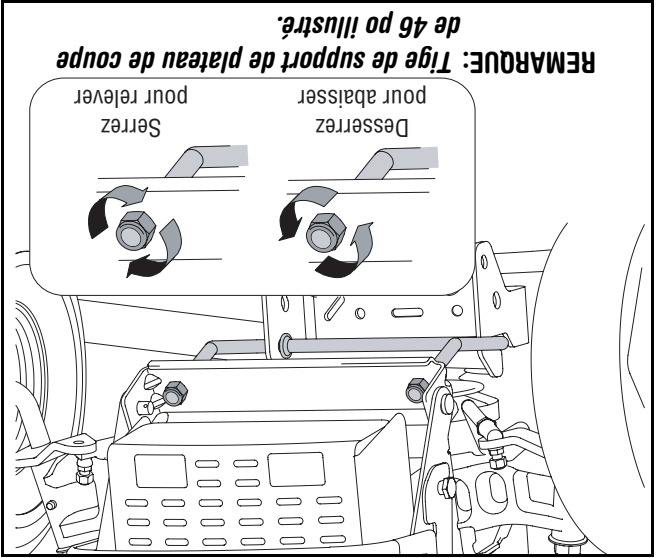

Figure 13
- Localisez le/les contre-écrou(s) sur l'avant du support de stabilisation. Voir la Figure 13. Serrez le/les contre-écrou(s) pour relever l'avant du plateau de coupe. Desserrez le/les contre-écrou(s) pour abaisser l'avant du plateau de coupe.